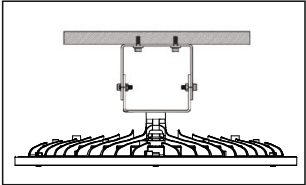

Рис. 3
- 5.12.3 Вставьте шпильку кронштейна в специальное отверстие с резьбой в верхней части осветительного прибора и надежно затяните (рис. 3).